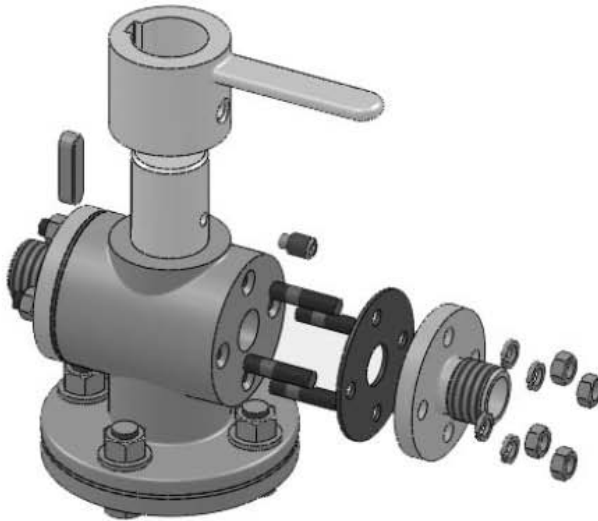

Рис. 6.49. Разнесенное состояние компонентов винтового, шпоночного и шпилечного соединений
- Аналогичным образом переместите шпонку и все компоненты (с одной стороны) шпилечного соединения (рис. 6.49). Несколько компонентов,